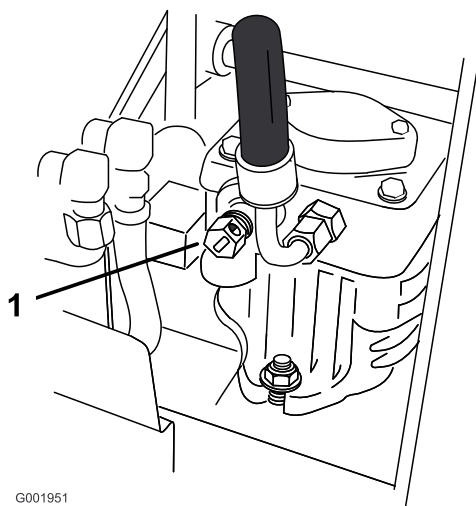

Figure 11
2. Ouvrez les vannes de dérivation des deux pompes en les tournant 1 à 2 fois dans le sens anti-horaire. Cela permet au liquide hydraulique de contourner les pompes et aux roues de tourner (Figure 11).